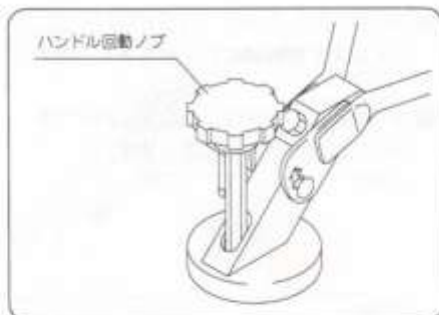

図23
- 左右の回動はハンドル回転ノブをゆるめて左右にハンドルを移動してください。菊座締付けで12度毎の固定が可能です。(図23・24)